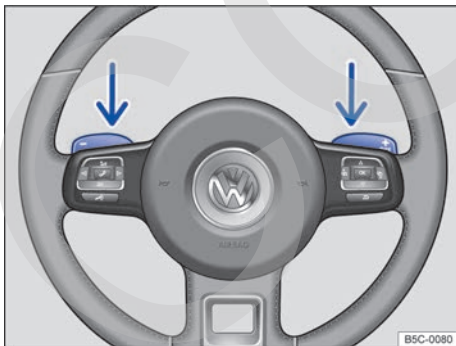

Fig. 108 Volante con dos levas de cambio para el Tiptronic.
- En los programas de conducción **D** o **S** o en la pista de selección Tiptronic, accione las levas del volante → fig. 108 (flechas).